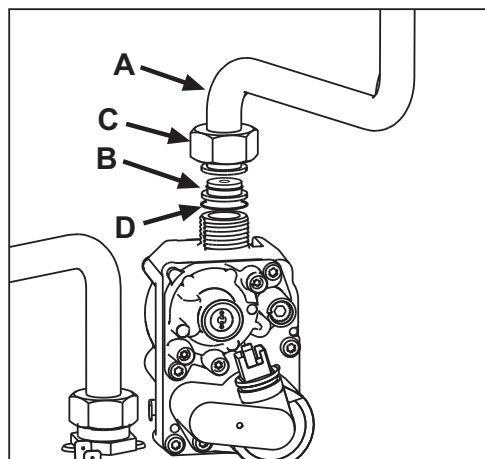

fig. 22
3. Svitare il girello **C** e rimuovere il tubo gas **A** dalla valvola gas (vedi fig. 22).
4. Sostituire l'ugello **B** inserito nel tubo gas con quello contenuto nel kit di trasformazione interponendo la guarnizione **D** (vedi fig. 22).